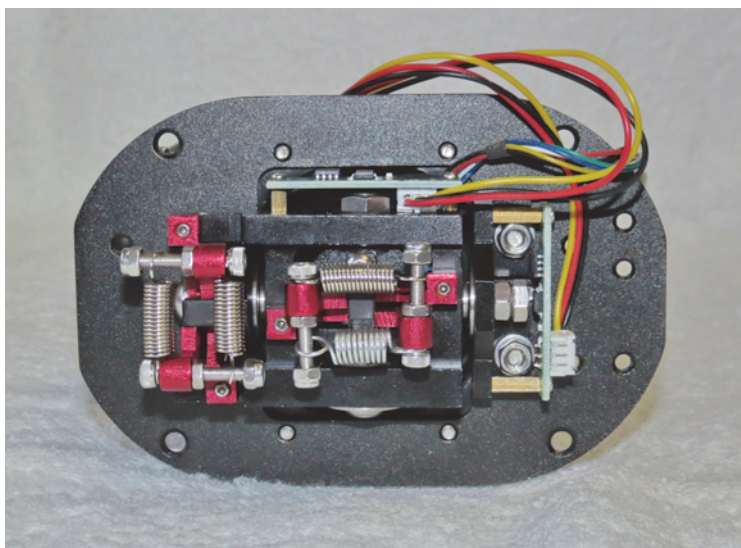

Рис. 2.6.
- Используя винты и самоконтрящиеся гайки, входящие в комплект переходника, закрепите пружины, как показано на рис. 2.6.